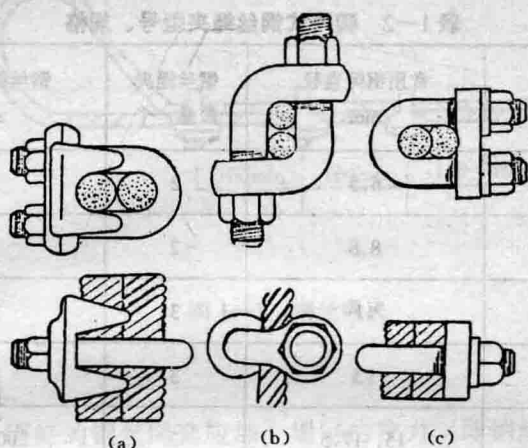

图 1—2 钢丝绳夹
①熟悉钢丝绳夹的结构、性能、型号及使用方法。钢丝绳夹在结构上分为骑马式，见图 1—2 (a)、L 型，见图 1—2 (b)，和 U 型，见图 1—2 (c) 三种，见图 1—2 所示。最常用的是骑马式
②如图 1—3，将钢丝绳伸直平放在桌面上，用 1m 长的钢板尺在距绳一端 140mm 处做上标记 C，然后在距 C 处 100mm 和 200mm 处依次做标记 B、A 两点。
③将钢丝绳弯曲，弯曲长度为 800mm 左右（需两人共同操作）。在标记 C 处安装第一个钢丝绳夹，并用活动扳手将其上紧，以钢丝绳夹不能移动为宜，见图 1—3。
④在标记 B、A 处各安装一个钢丝绳夹，并用活动扳手上紧。